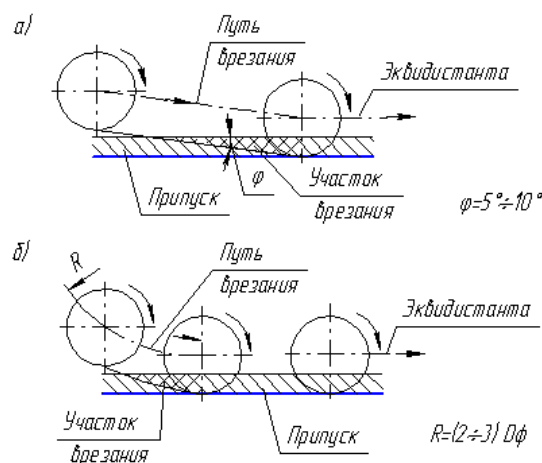

Рис. 5. Схеми врізання в припуск при фрезеруванні по площині: а - під кутом до площини; б - по дузі кола
Врізання в плоску поверхню рекомендується під малим кутом ($5 \div 10^\circ$) (Див. рис.5а) або по дузі кола радіусом $(2 \div 3)D_{\text{фрези}}$ (Див. рис. 5б).
1. Отримання тривимірної математичної моделі виробу. Вона створюється за даними креслення, част -ним аналітичним залежностям. Якщо виріб відтворюється, то модель отримують на трьох координатній вимірювальній машині шляхом обміру оригіналу скануванням поверхні пошарово або поточечно (рис. 5а).
3. Пошарове уявлення теоретичної моделі сукупністю двовимірних що-до простих моделей (рис. 5б).
5. Пошарове (рис. 5в, г) отримання одним із способів цільної твердотільної моделі або виробу (або серії виробів). Наочно ілюструє ці етапи прискореного формоутворення рис. 5.